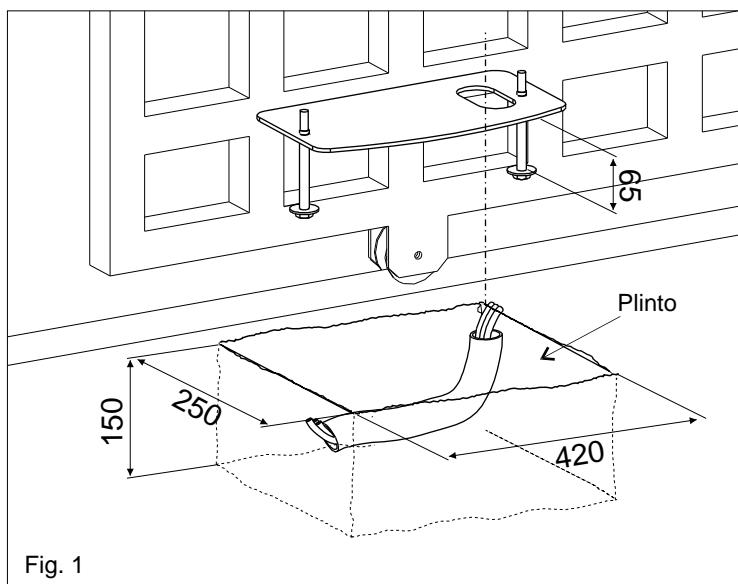

Fig. 1
2.1. Predisporre in base alle misure riportate in Fig. 1 una piazzola di cemento all'interno della quale verrà murata la piastra di fondazione e i bulloni di ancoraggio.
NB: E' opportuno, quando la struttura del cancello lo permette, sollevare la piastra dal piano pavimento di almeno 50 mm per evitare eventuali ristagni di acqua (Fig. 1).